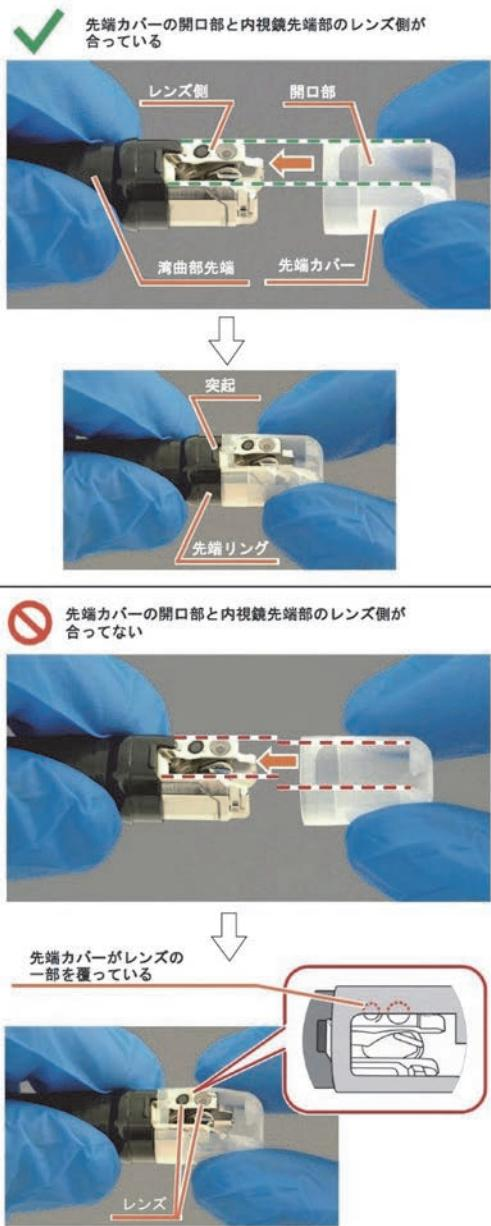

図3
(1)図3に示すように、湾曲部先端を軽く指で把持し、もう一方の手で先端カバーをつまむ。先端カバーの開口部と内視鏡先端部のレンズ側を合わせて、先端リングの突起に突き当たるまで、先端カバーを内視鏡先端部にかぶせていく。